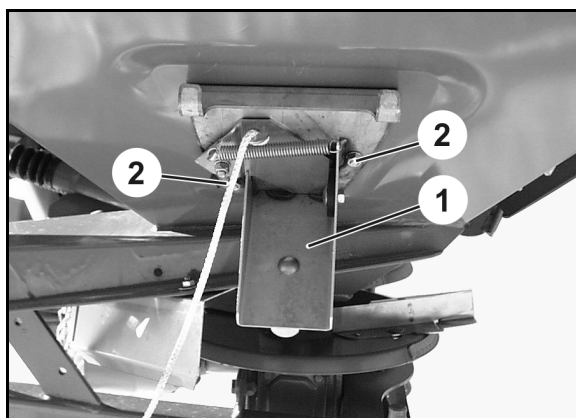

Fig. 42
2. Monter udløbsrenden (Fig. 42/1) ved hjælp af monteringskruer (Fig. 42/2).